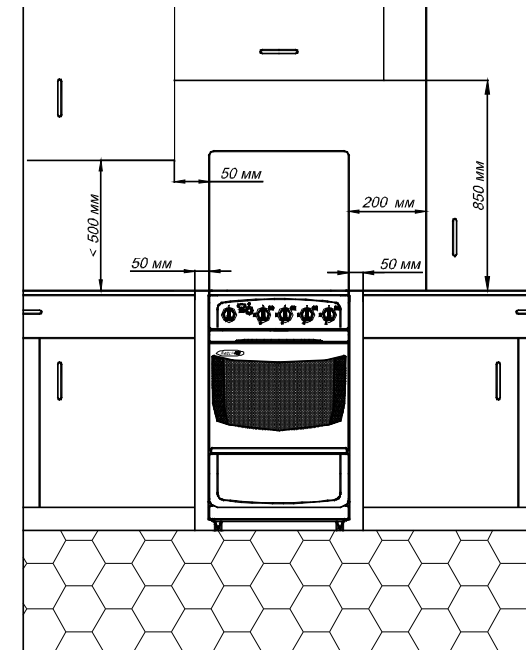

Рисунок 5 – Схема установки плиты
6.1.5 При установке плиты необходимо выдержать расстояния, которые приведены на рис. 5. Расстояние от задней стенки плиты до стены помещения не менее 50 мм.